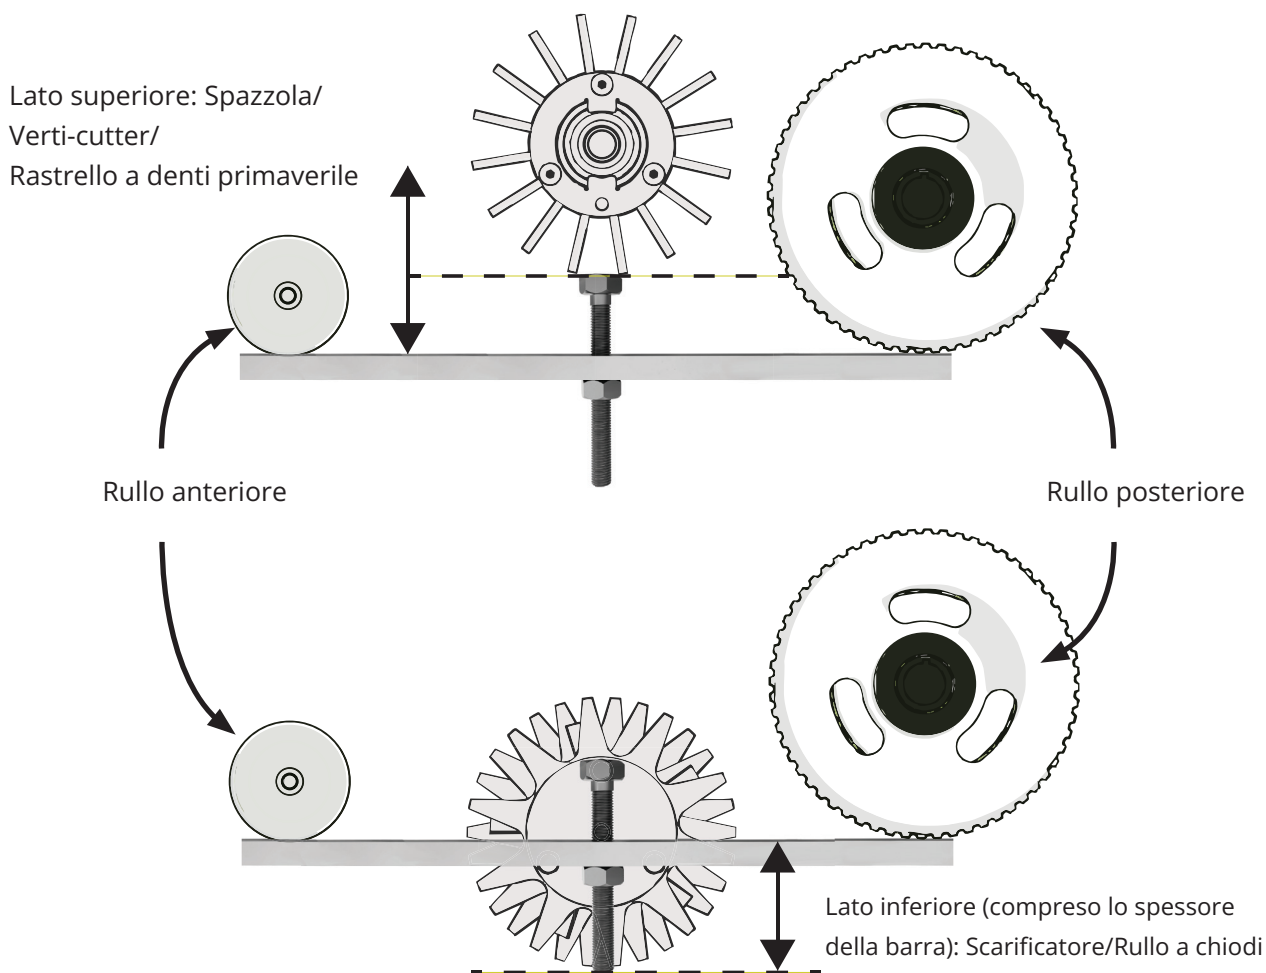

Fig. 13 - Misurazione della barra di regolazione per cassette in superficie/sotto il terreno.
rispetto alla riga fino a quando la distanza sopra o sotto la barra di regolazione (rispettivamente a rapporto con la testa o con l'estremità del bullone) è come desiderato (Fig. 13). Nota:
7. Ruotare l'ingranaggio dentato per sollevare o abbassare il rullo anteriore. Mentre si esegue questa operazione, sollevare la barra di regolazione per riposizionarla tra il rullo anteriore e quello posteriore. Interrompere la regolazione quando le punte delle setole delle spazzole/dei verti-cutter sono a livello con la testa del bullone, o quando le punte dello scarificatore/rullo a chiodi sono a livello con l'estremità del bullone. (Fig. 13). Serrare leggermente il dado del morsetto superiore.